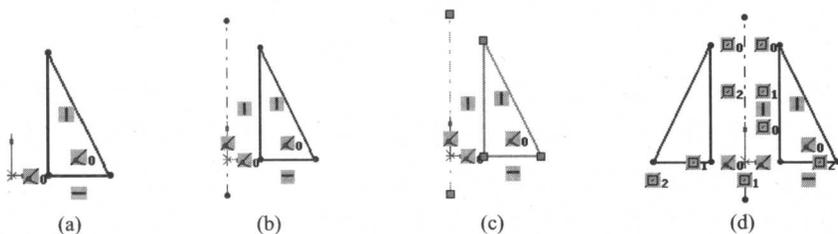

图 1-24 草图实体的镜像
在已经存在的草图实体上进行镜像,如图 1-24(a)所示。其操作步骤如下:
① 单击【草图绘制】工具栏上的【中心线】按钮 ,在草图实体的一边绘制一条中心线,如图 1-24(b)所示。
② 用矩形框选中要镜像的草图实体和中心线,此时它们呈绿色,如图 1-24(c)所示。
③ 单击【草图绘制】工具栏上的【镜像实体】按钮 ,则完成草图实体的镜像,如图 1-24(d)所示。
(2) 动态镜像实体